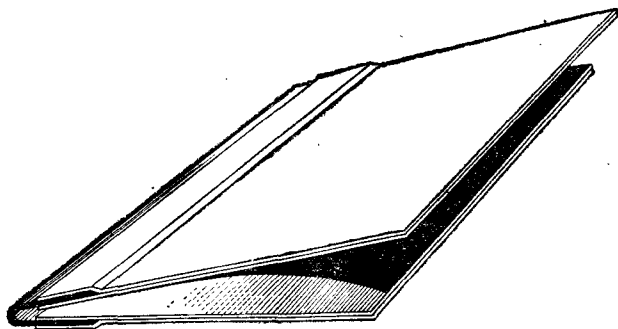

Рис. 51. Пришивной форзац
**Пришивные форзацы** (рис. 51) можно встретить в некоторых изданиях, переплетенных вручную. Это составной форзац с тканевым фальчиком. Он пришивается к блоку как отдельная тетрадь. Размеры его после фальцовки по тканевому фальчику должны соответствовать формату блока. Такой форзац рекомендуется при изготовлении переплетов старинных книг, чтобы сохранить свойственный им вид, а также комплектов газет, журналов.